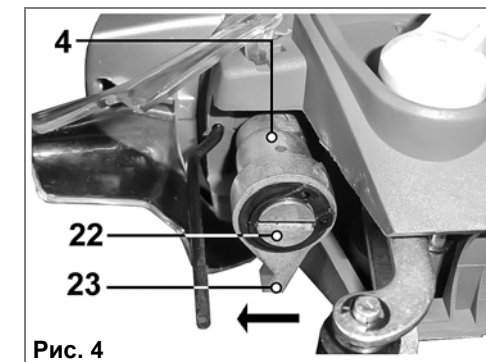

Рис. 4
7.2. Установка пильного полотна в быстрозахимной держатель (Рис.4). Для модели ЛЭ-600/60ЭМ.
7.2.4. Для извлечения пильного полотна (15) из держателя (4) переместите рычаг (23) в направлении указанном стрелкой на рис. 4.